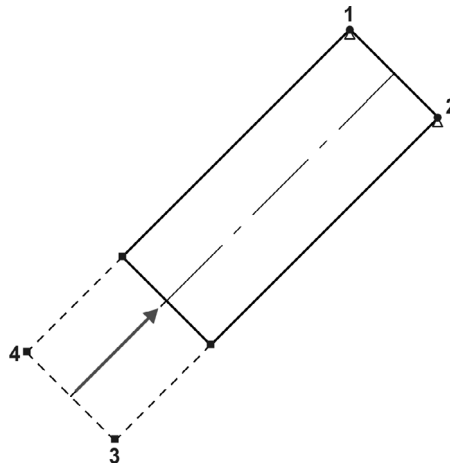

Рис. 62.37.
10. Проверьте поведение модели. Для этого переместите мышью отрезок 3–4 вдоль осевой линии по направлению к отрезку 1–2 (рис. 62.37). После проверки верните отрезок на место.